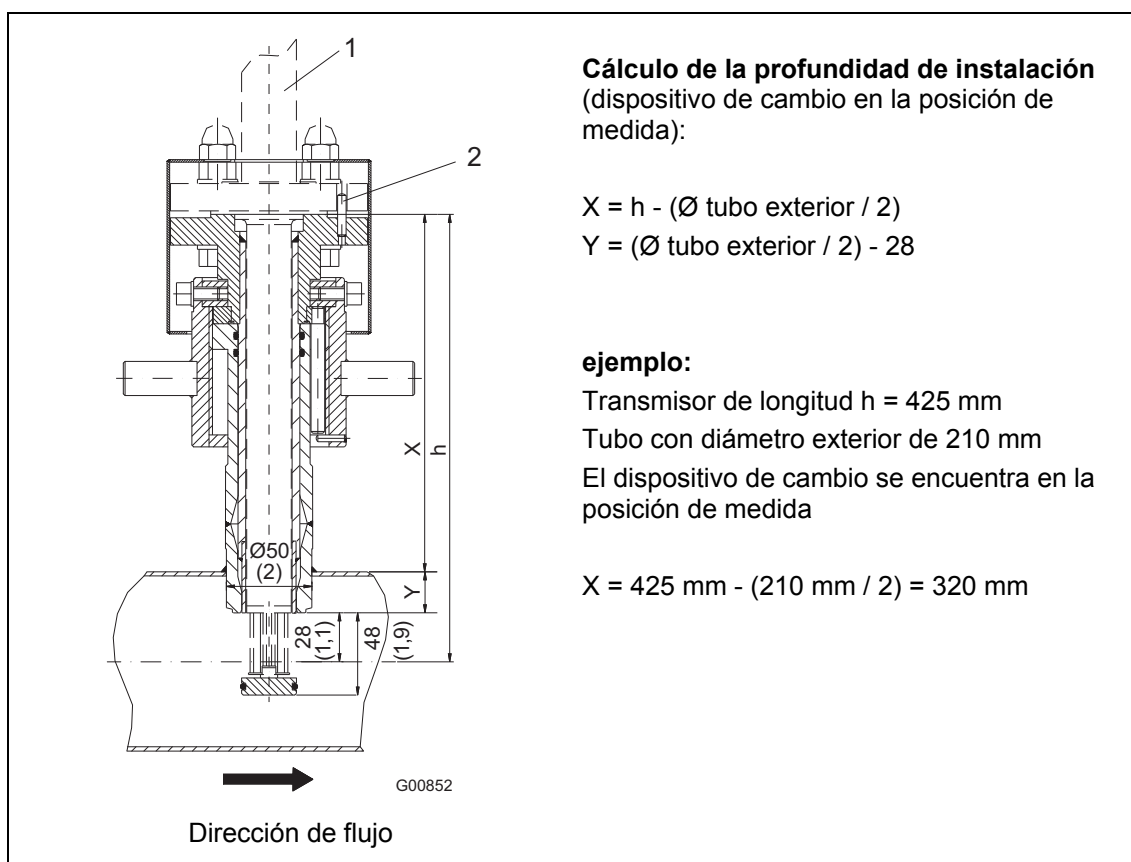

Fig. 9: Medidas en mm (inch). Dispositivo de cambio en la posición de medida
- El pasador de centrado del adaptador debe estar alineado con el eje de la tubería en la dirección de flujo (en la lado de salida, detrás del punto de medición), véase la Fig. 9.